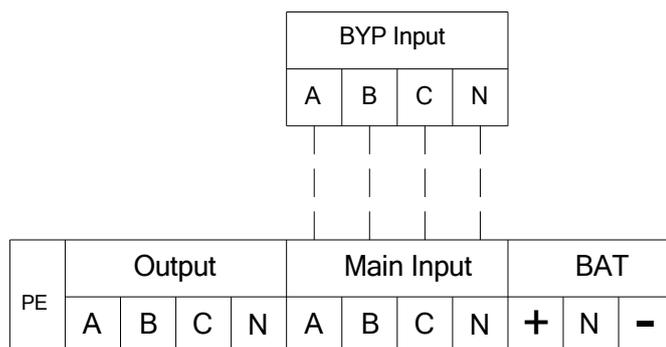

Fig.3-13 Terminali di connessione, 6 moduli
2. Aprire la porta posteriore del cabinet, rimuovere la copertura in plastica. I terminali d'ingresso, di uscita, di batteria e di PE sono rappresentati nelle figure 3-13, 3-14 e 3-15.